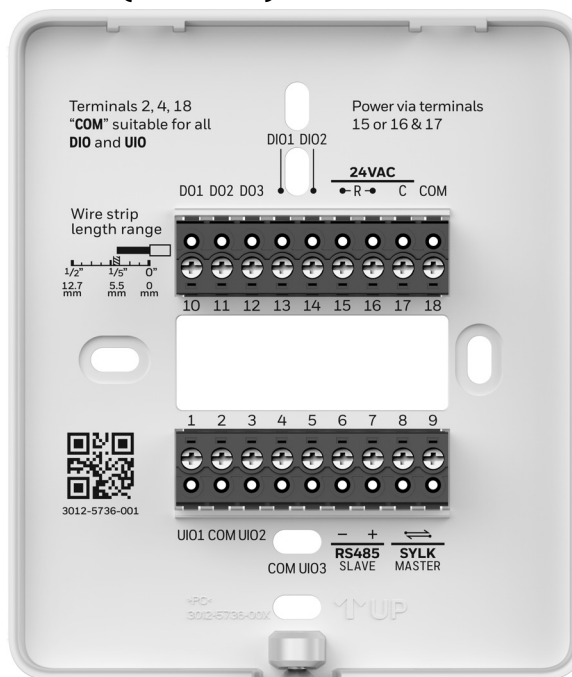

Fig. 10. Atribuição dos terminais do termostato
1. Conecte os fios aos terminais. Veja Fig. 10 as atribuições de terminais e a Tabela 2 para as descrições dos terminais.